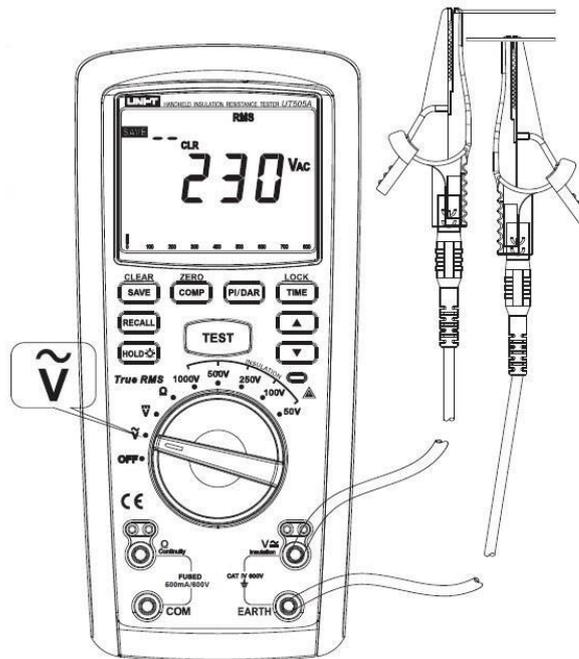

Рисунок 4
1. Измерение переменного напряжения (см. Рисунок 4)